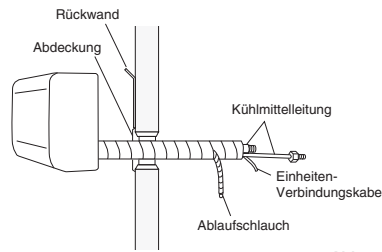

Abb. 3-94
- (1) Die Kühlmittelleitung so biegen, dass sie mühelos in die Wandöffnung gepasst werden kann. (Abb. 3-94)